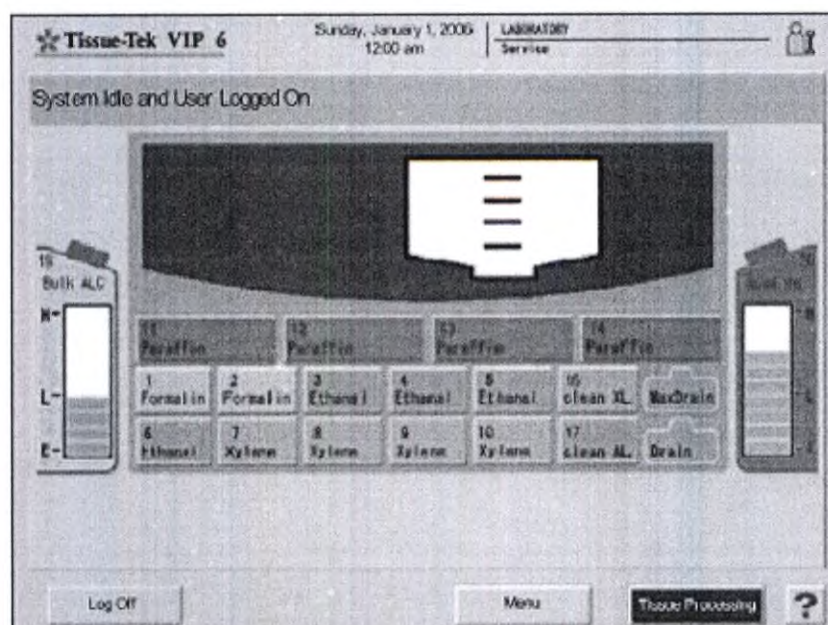

Рис. 109 Экран процессов
- Если пароль верный, то появится экран процессов (Рис. 109).